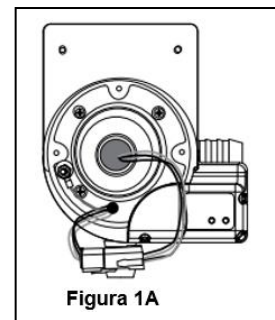

Figura 1A
Uma vez que a lâmpada UV tenha se resfriado, remova a tampa do invólucro do sistema CLEARRAY® (2) e remova os quatro parafusos (1). Isto permitirá acessar a lâmpada UV e conexões, Figura 1A.